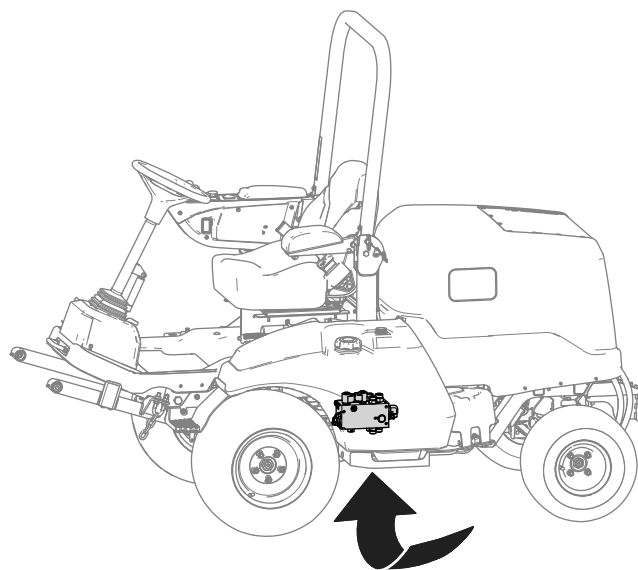

Figure 20
3. Localisez le collecteur de levage sous la machine (Figure 20).